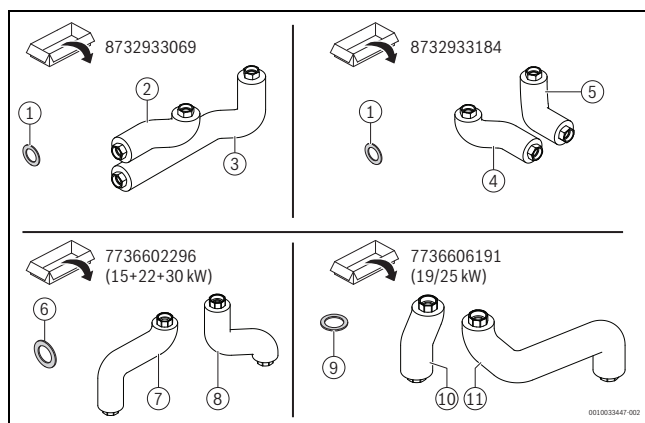

Fig. 3 Assemblages de la tuyauterie en option
L'assemblage de la tuyauterie HF-Set HYC25 comme composant hydraulique central permet, en liaison avec d'autres assemblages de tuyauterie optionnels (→ fig. 3), le raccordement d'une unité extérieure de pompe à chaleur à un générateur de chaleur au sol conventionnel. Lors de l'installation d'un ballon d'eau chaude sanitaire, différentes variantes d'installation (A/B/C) sont possibles.
- Assemblage de la tuyauterie pour le raccordement de la pompe à chaleur sur le côté (gauche, droite ou à l'arrière), selon la variante d'installation ; → Fig. 3, [1 – 5]).
- Assemblage de la tuyauterie pour le raccordement des sets du circuit de chauffage (→ Fig. 3, [6 – 11]).